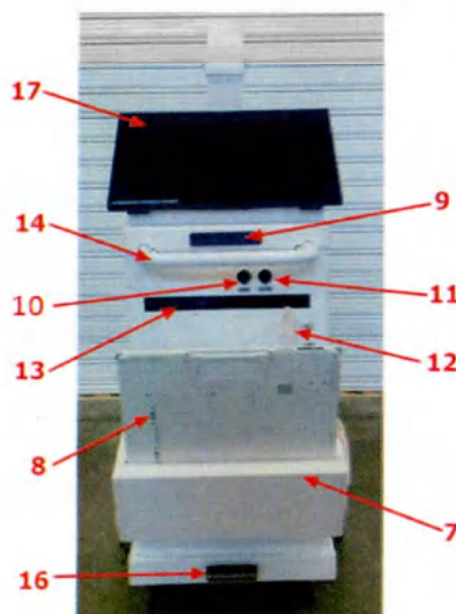

Рисунок 4.1-2.
- ◆ Переведите автоматический выключатель **6** (*Рисунок 4.1-2*) в положение ВКЛ (наверх).
- ◆ Нажмите и удержите на 1 сек кнопку включения питания **9** (*Рисунок 4.1-2*) на
- ◆ Включите плоскопанельный детектор **8** (*Рисунок 4.1-2*). Для этого нажмите и удержите кнопку включения на торце детектора (*Рисунок 4.1-3*). Подробнее, смотрите раздел **3.2.5 Приемник рентгеновский цифровой.**
- ◆ Дождитесь полного включения системы. (Должен включиться монитор **17** (**Рисунок 4.1-2**), загрузиться операционная система и после успешного подключения к детектору должно появиться окно входа в программу лаборанта).